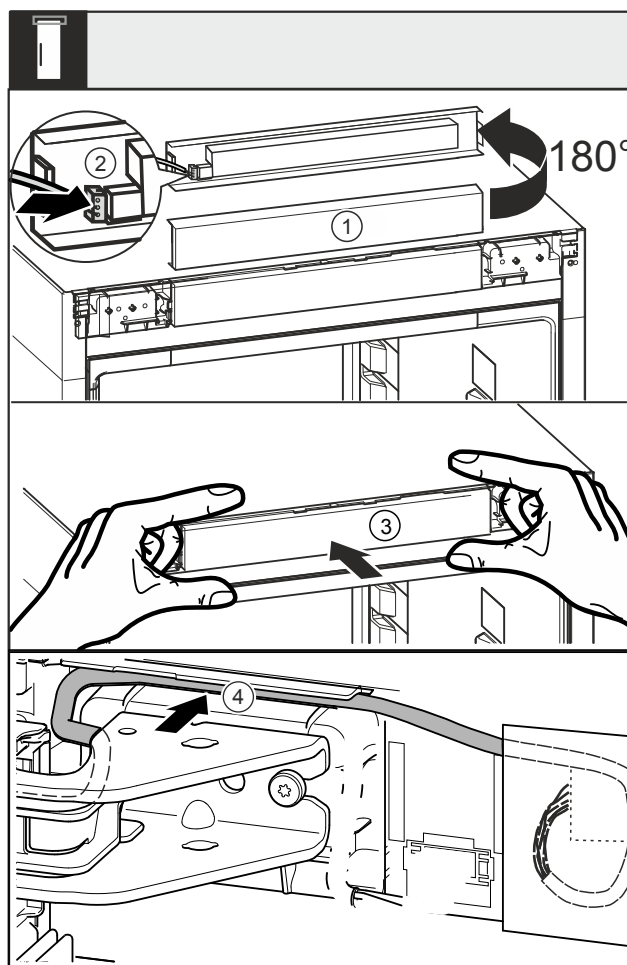

Fig. 47
- Gire la tapa ciega Fig. 47 (1) 180° hacia arriba.
- Encaje el conector macho Fig. 47 (2) en la tapa ciega del elemento de control.
- Encaje de nuevo la tapa ciega Fig. 47 (3) en el electrodoméstico.
- Coloque con cuidado el cable en la guía Fig. 47 (4) por encima del soporte del cojinete superior.